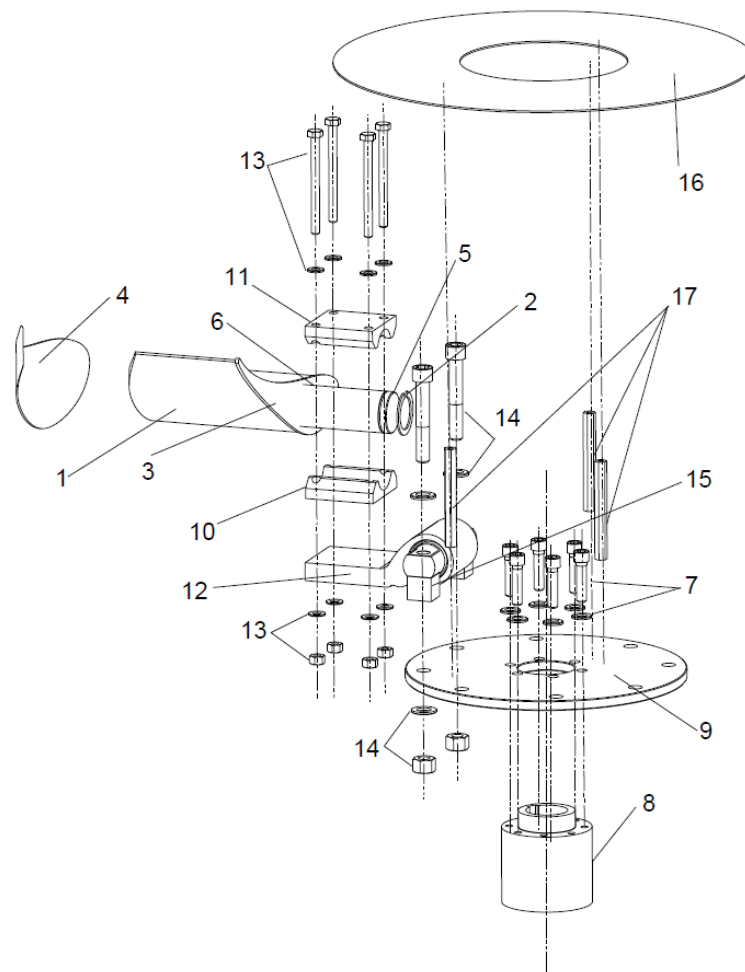

Figura 2-3: Componenti principali della girante della serie “EL”.
La girante della serie “EL” è costituita dai seguenti componenti (vedere la Figura 2-3)
La girante della serie “EL”, riportata in Figura 2-3 è composta da un corpo centrale, costituita da una bussola di accoppiamento e da un disco di supporto, sul quale sono disposti una serie di componenti speciali (12) che fungono da sostegno per le pale. Questi componenti, forniti in un corpo unico, realizzati sulla base di studi ed esperienza IVI, sono in realtà costituiti da due parti in alluminio, collegate da un componente elastico vulcanizzato.